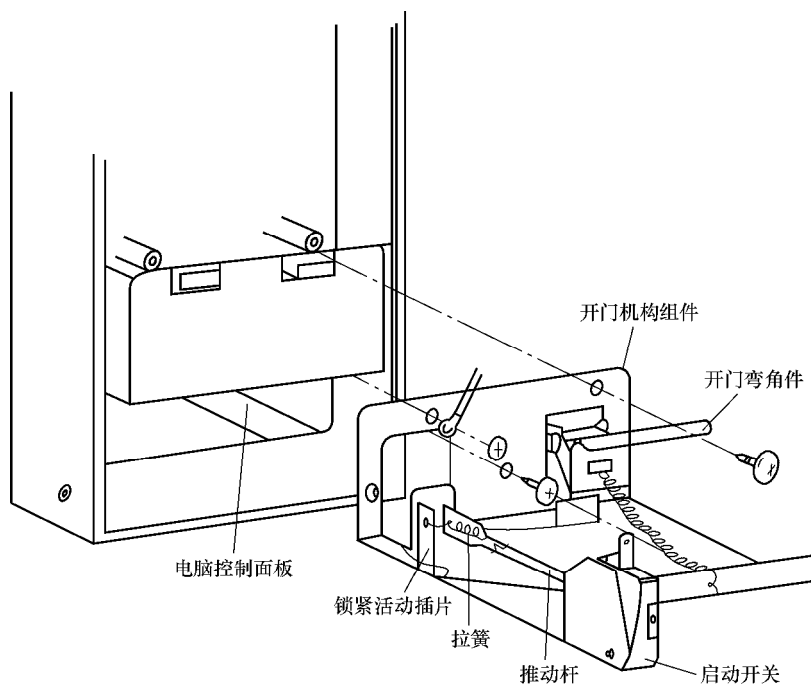

图 6-1-7 开门机构拆装示意图
(2) 取出电脑控制面板，拆下开门按钮。
(3) 用“十”字螺钉旋具拆下固定开门机构的 3 颗螺钉，并把开门机构取下，开门机构拆装示意图如图 6-1-7 所示。